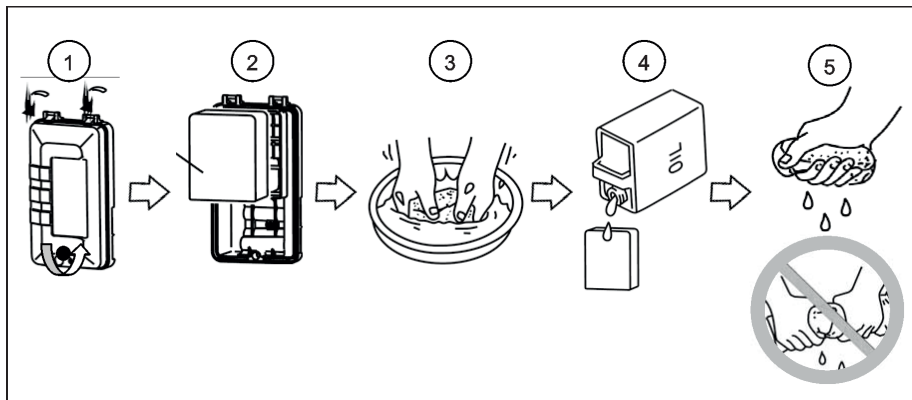

Рис. 20
1. Снимите крышку воздушного фильтра, открутив винт крепления крышки (Рис. 20)